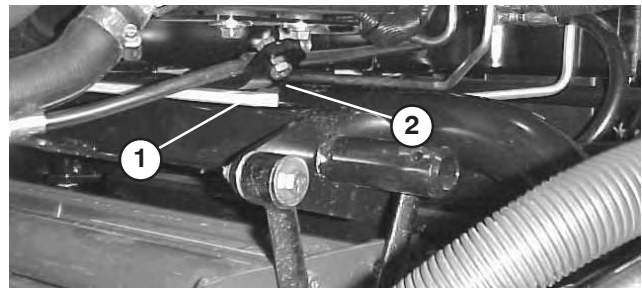
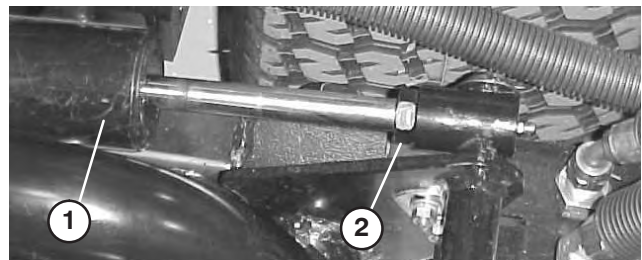

Bild 23
Bild 24
3. Lassen Sie den Motor an, heben Sie die Hubarme an und prüfen Sie, ob der Abstand zwischen dem Abnutzungsstreifen oben an der Abnutzungsleiste des hinteren Mähwerks und dem Pufferstreifen 0,5–2,5 mm beträgt (Bild 23). Sollte der Abstand nicht in diesem Bereich liegen, stellen Sie den hinteren Zylinder entsprechend ein. Senken Sie zum Einstellen des Zylinders die Mähwerke ab und drehen Sie die Klemmmutter am Zylinder heraus (Bild 24). Halten Sie die Zylinderstange mit einer Zange und einem Lappen nahe an der Mutter und drehen Sie die Stange. Heben Sie die Mähwerke an und prüfen Sie den Abstand. Wiederholen Sie das Verfahren bei Bedarf. Ziehen Sie dann die Mutter des Lastösenbolzens an.